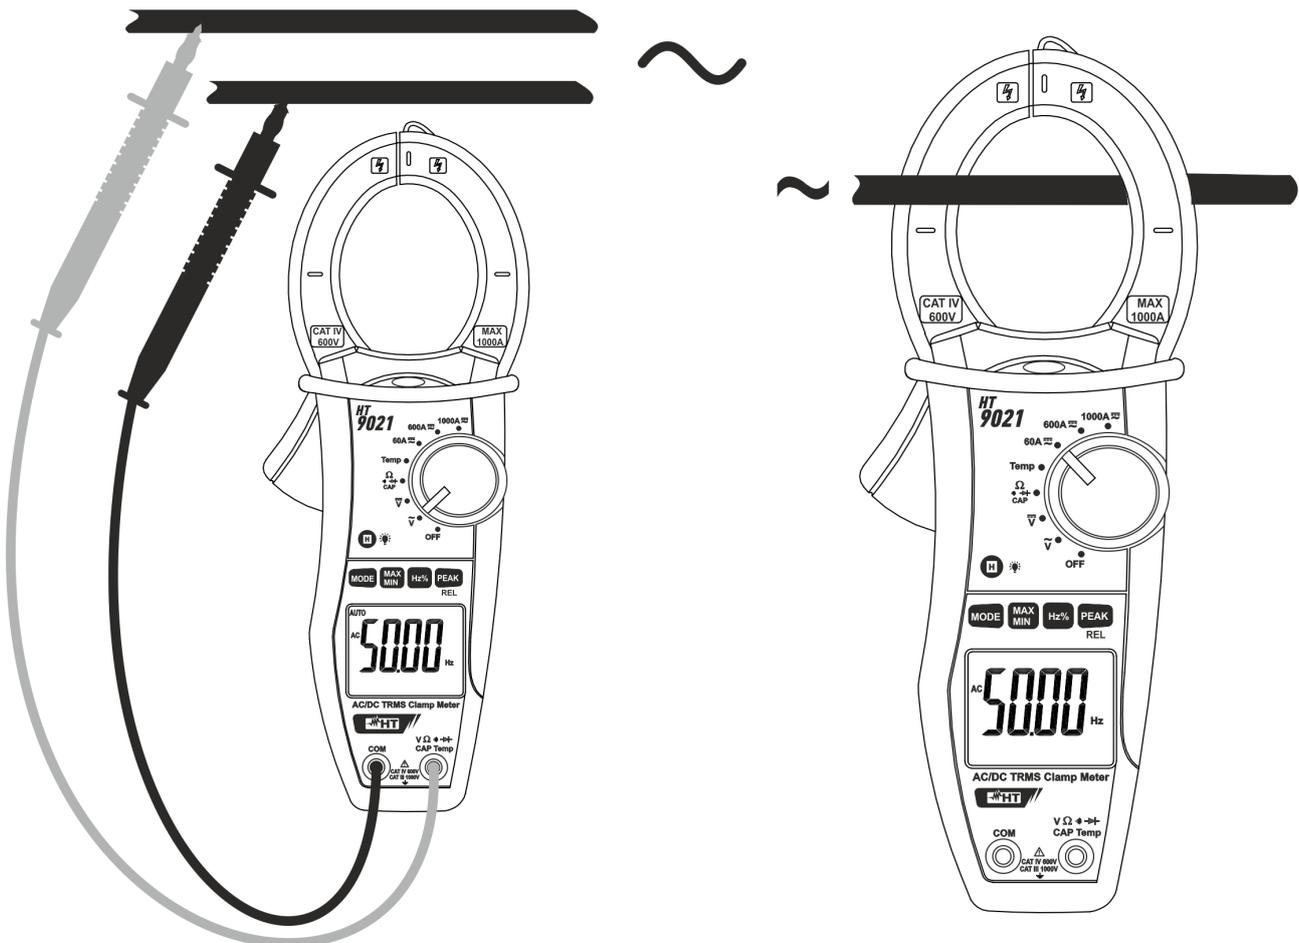

Fig. 9 : Utilisation de la pince pour mesures de Fréquence et Duty Cycle
3. Insérer le câble rouge dans la borne d'entrée **VΩ $\tilde{\sim}$ CAPTemp** et le câble noir dans la borne d'entrée **COM** (Fig. 9 - partie gauche) pour mesure de fréquence avec embouts. Insérer la pince sur le conducteur (Fig. 9 – partie droite) pour mesure de fréquence avec tore. La valeur de fréquence (Hz) ou de duty cycle (%) apparaît à l'écran. Dans la mesure de fréquence et duty cycle, la barre graphique analogique est désactivée